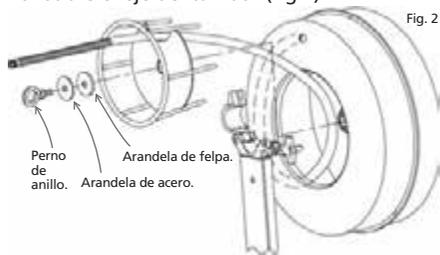

Fig. 2
2. Deslice el tambor y la jaula del tambor interior sobre el eje del tambor (fig.2).